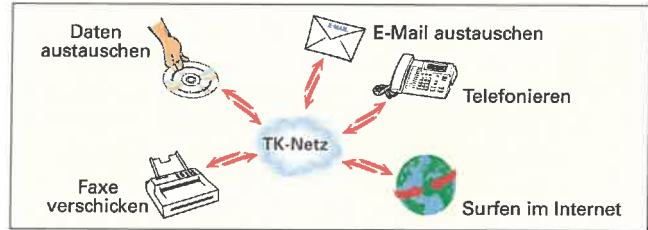

Bild 1: Telekommunikationsnetz und Dienste
Die Telekommunikation (TK) dient zur Übertragung von Informationen, z. B. Sprache, Bilder und Daten. Dazu werden ein Übertragungsnetzwerk, das Telekommunikationsnetz und Dienste (Bild 1) benötigt. Bei den Teilnehmern am TK-Netz besteht die Möglichkeit von digitaler Übertragung, z. B. über ISDN und DSL, und analoger Übertragung. Zur Anbindung eines Teilnehmers an das TK-Netz benötigt man genaue Kenntnisse über die Belegung und Bezeichnung von Telekommunikations-Anschlüssen.